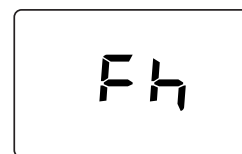

fig. 7 - Sfiato con ventilatore spento
- Nei successivi 280 secondi, prosegue il ciclo di sfiato con il ventilatore spento (fig. 7).